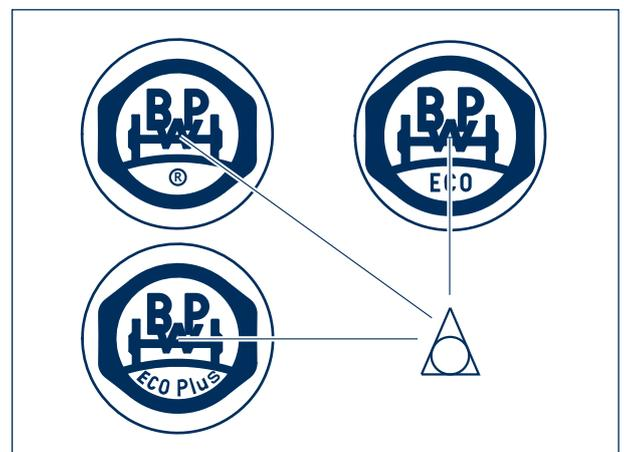

Bild 3
- Bei neuen Nabenkapseln (eingepprägtes ®, ECO oder ECO Plus unter dem BPW-Zeichen) (Bild 3) brauchen die Kapseln nicht abgeschraubt werden.
- Das Dreieck (Δ) im BPW-Zeichen liegt zentrisch, wenn unter dem BPW-Zeichen ein ®, ECO oder ECO Plus eingeppräg ist (Bild 3).